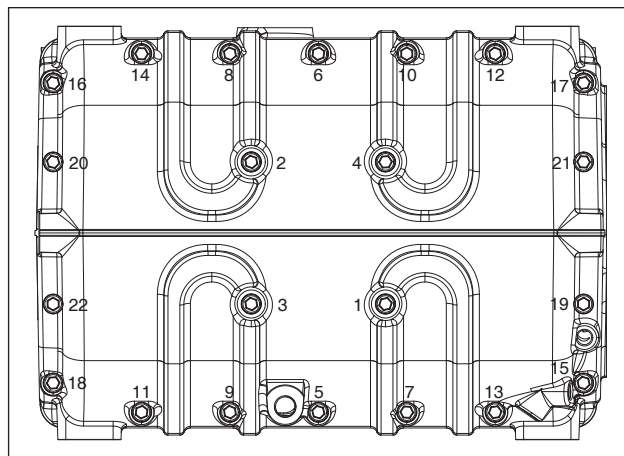

Fig. 112/a
Mediante o cortador e a bitola, corte a parte em excesso da vedação OR saindo da linha de junção do cárter dianteiro e traseiro em correspondência à flange do eixo de manivela (pos. ①, Fig. 112 e Fig. 112/a).